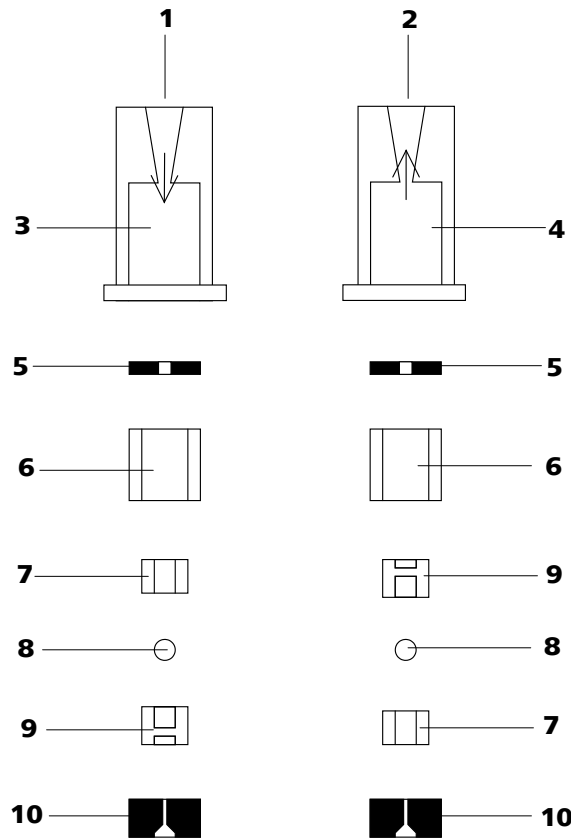

Abbildung 39 Componentes da válvula de entrada e da válvula de saída
- As válvulas de entrada e de saída são constituídas pelos mesmos componentes, estando os mesmos ordenados apenas de modo diferente (siehe Abbildung 39, Seite 81).
- Colocar os restantes componentes da válvula, uns sobre os outros, na sequência correta (*siehe Abbildung 39, Seite 81*).
Se não for este o caso, a válvula terá que ser desmontada novamente e montada de novo corretamente (*siehe Abbildung 39, Seite 81*).